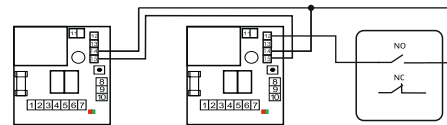

Рис. 7. Вариант управления без переключки
6.2.1. Управление группой устройств, переключатель не установлена (см. рис. 7)